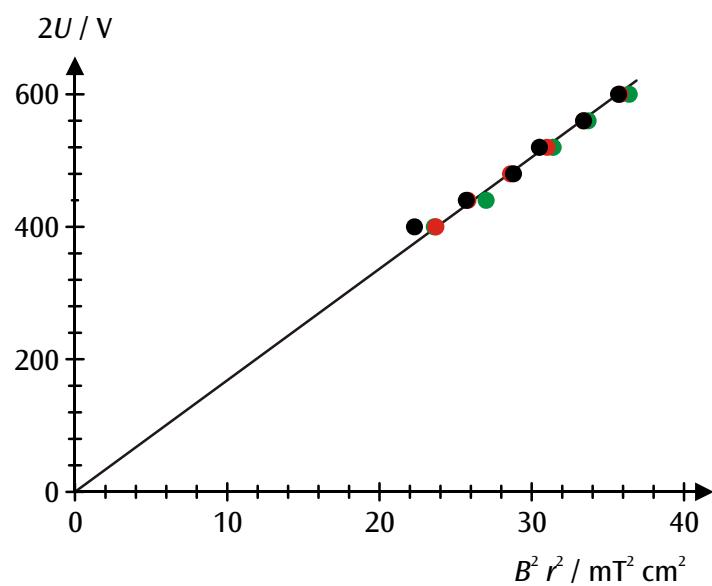

Fig. 3  $r^2 B^2 - 2U$ -Diagramm der Messwerte (schwarz:  $r = 5 \text{ cm}$ , rot:  $r = 4 \text{ cm}$ , grün:  $r = 3 \text{ cm}$ )
- Zur weiteren Auswertung die Messwerte in einem  $r^2B^2U$ -Diagramm auftragen (siehe Fig. 3).